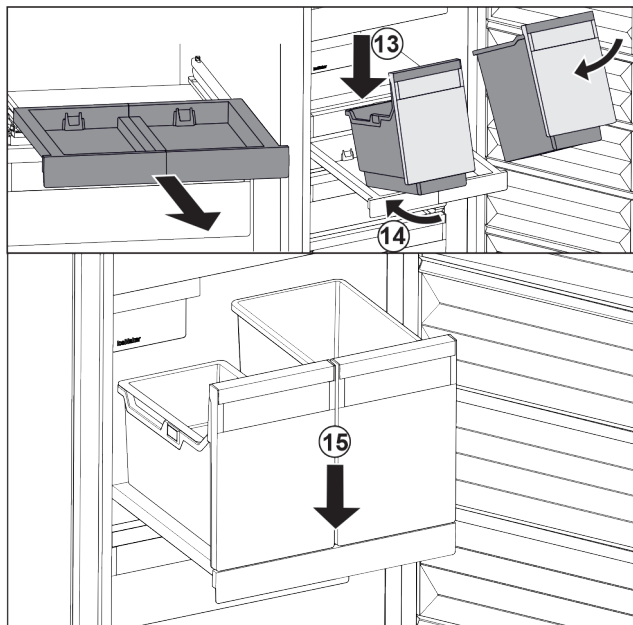

Fig. 90
- ▶ Поставете съда под ъгъл върху изтеглящата се дъска. Fig. 90 (13)
- ▶ Вкарайте съда под ъгъл назад. Fig. 90 (14)
- ▶ Спуснете съда отпред. Fig. 90 (15)